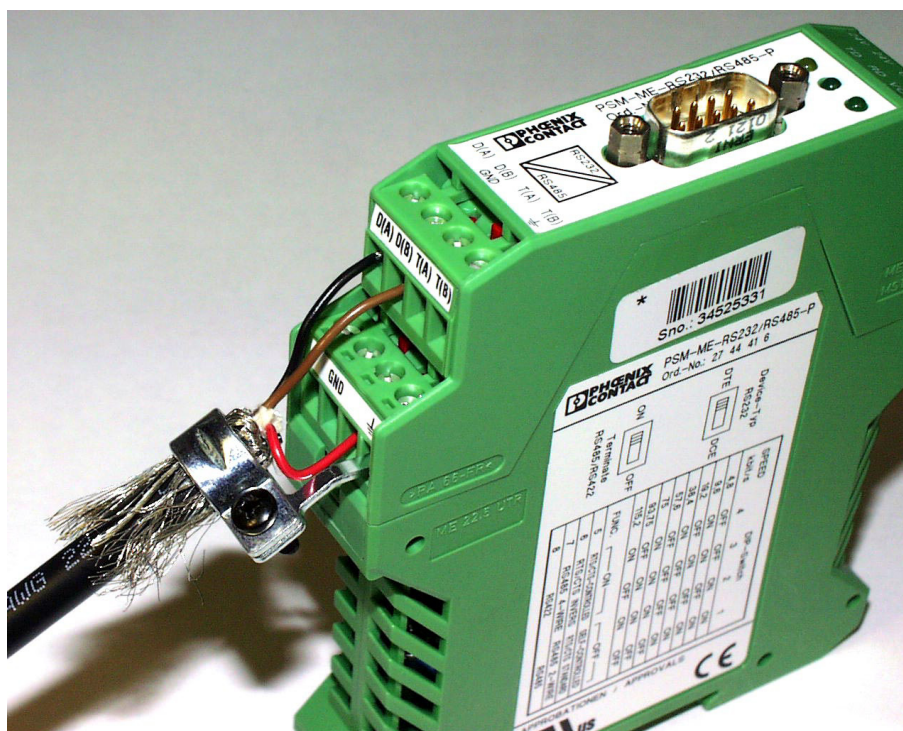

Fig. 8.2. Connecting the RS485-converter
准备和连接电缆连接到转换器（图8.2）：
- 连接3线到终端的RS-485/ RS-232转换器（如图8.2）。